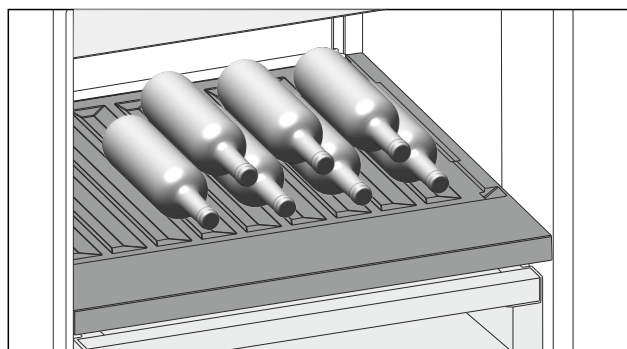

Fig. 99
- ▶ Legg inn flaskene med bunnen bakover mot bakveggen. (se Fig. 99)